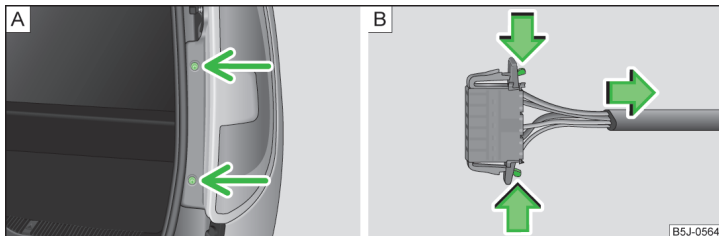

Abb. 169 Rückleuchte ausbauen / Steckverbindung trennen
- › Die Leuchte abschrauben » Abb. 169 - [A].
- › Die Steckverbindung trennen » Abb. 169 - [B].